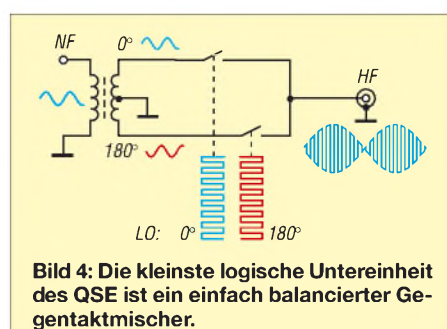
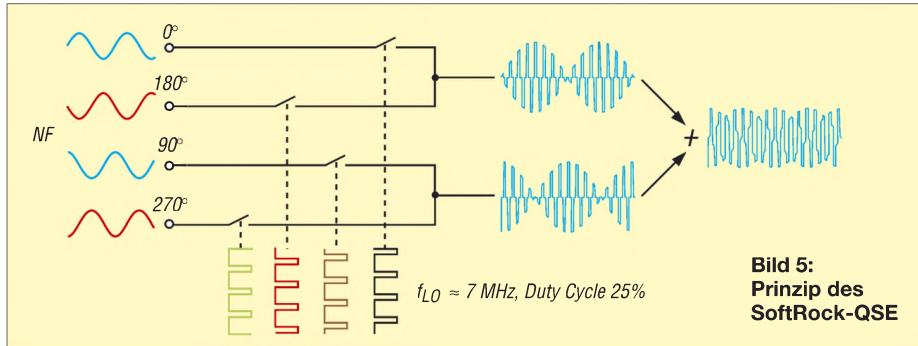

Bild 4: Die kleinste logische Untereinheit des QSE ist ein einfach balancierter Gegentaktmischer.
Bild 5:
Um den QSE zu verstehen, muss man ihn in Teilblöcke zerlegen und analysieren. Die kleinste logische Einheit aus zwei Schaltern kann man als einfach balancierten Gegentaktmischer auffassen (Bild 4). Bei diesem wird abwechselnd ein Eingangssignal (NF-Signal) und dessen invertierte Variante im Takt eines Lokaloszillators (LO) an den HF-Ausgang geschaltet. Faktisch wird dabei das Eingangssignal mit dem LO-Signal multipliziert. Es entsteht am Ausgang (abgesehen von Oberwellen aufgrund der steilen Schaltflanken) ein Zweiseitenbandsignal (= DSB-Signal) mit den Frequenzen LO-NF und LO+NF.
Im QSE taucht dieser Schaltungsblock insgesamt viermal auf. Für die Funktion des QSE reichen bereits zwei dieser Blöcke aus. Statt mit Übertragern werden beim QSE die phasenverschobenen Varianten der NF wie oben beschrieben mit den Operationsverstärkern U1 und U2 erzeugt. Das Zusammenspiel der beiden aus einer Schalter-Viererguppe aufgebauten Gegentaktmischer im QSE geht aus Bild 5 hervor.
In der oberen Hälfte von Bild 5 findet man den Gegentaktmischer aus Bild 4 wieder. Im QSE wird er allerdings nicht mit LO-Signalen mit 50 % Tastverhältnis, sondern nur mit 25 % Tastverhältnis angesteuert. Er erzeugt gemäß Bild 5 ein DSB-Signal.
In der unteren Hälfte von Bild 5 findet man denselben Gegentaktmischer noch einmal, allerdings sind seine NF- und LO-Steuersignale gegenüber denen der oberen Hälfte um jeweils 90° phasenverschoben. Auch er erzeugt ein DSB-Signal, allerdings ein phasenverschobenes.